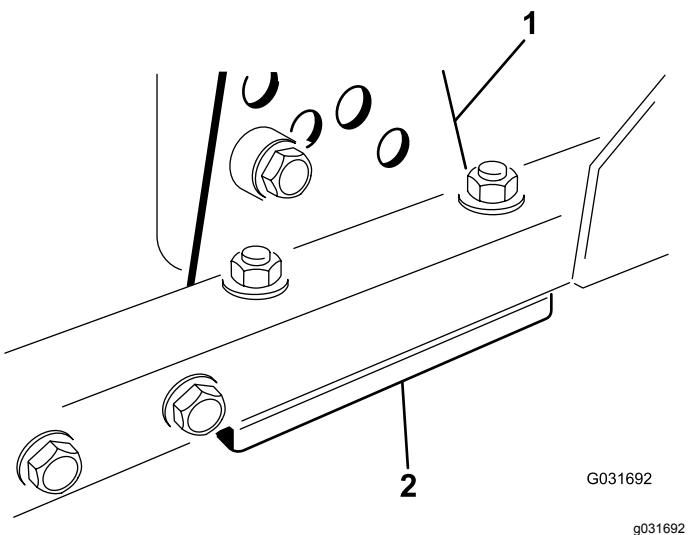

Figura 82
1. Retire o suporte da altura de corte (frente, esquerda ou direita) da estrutura da plataforma (Figura 82).
2. Ajuste os calços de 1,5 mm e/ou de 0,7 mm entre a estrutura da plataforma e o suporte para obter a definição de altura pretendida (Figura 82).